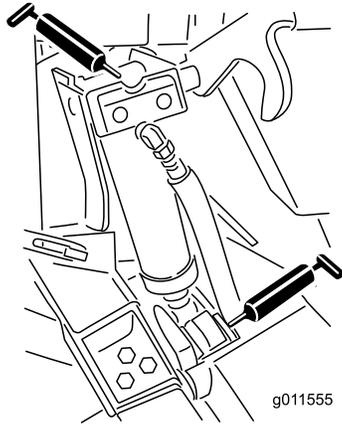

Figura 46
- Casquilhos do cilindro de elevação (4) (Figura 46)